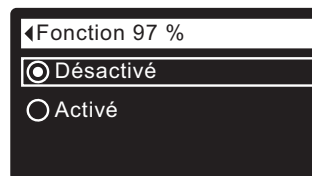

FIG. 88
8c. Fonction 97 % : Si le cercle vis-à-vis de l'option souhaitée a déjà un point (cf. Figure 88), passez à l'étape 9. Sinon, appuyez sur le bouton BAS (▼) ou HAUT (▲) pour passer à l'autre option, puis sur le sélecteur (O) pour confirmer votre choix. L'activation de cette fonction entraîne une régénération automatique du conditionneur/de l'adoucisseur lorsque 97 % de l'eau disponible a été utilisée, quel que soit le moment de la journée. Le réglage par défaut est Désactivé.